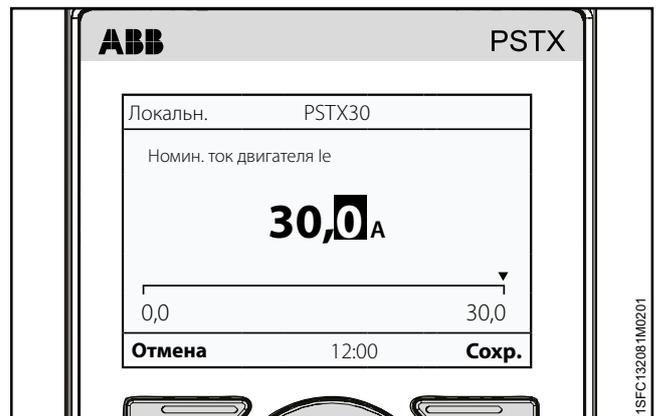

Рис. 6.8
1. Главный экран является верхним уровнем системы навигации. Нажмите клавишу  «Меню», чтобы открыть меню. Изображение на дисплее выглядит так, как показано на **Рис. 6.8.**
См. **Рис. 6.8.** Если необходимо закрыть окно, выберите  «Отмена».